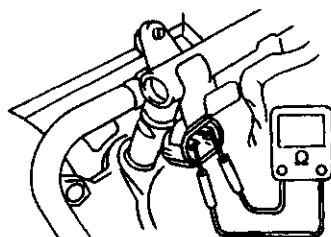

图 2-90 测量喷油器电阻值
② 从喷油器上断开插接件,将电阻表接到喷油器插孔上,如图 2-90 所示,测量喷油器电阻应在 20℃时为 10~15Ω。